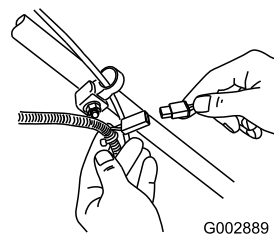

Figura 36
1. Conecte el cargador al arnés de cables de la máquina, situado debajo de la llave de contacto (Figura 36).